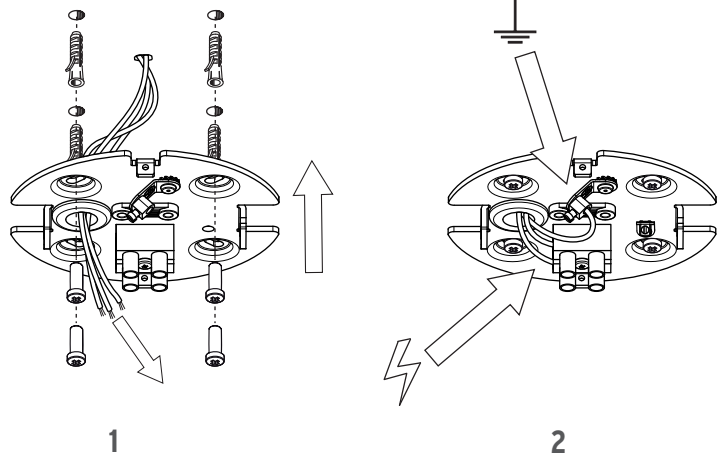

Fig. 3
- <IT> Fig.3 EUR - **NOTA BENE:** Scegliere i tasselli ad espansione idonei per la superficie destinata al montaggio.
- <DE> Abb.3 EUR - **BEACHTEN SIE!** Die dehnbaren Einsatzstücke sind angemessen für die vorgesehene Oberfläche zur Montage auszuwählen.